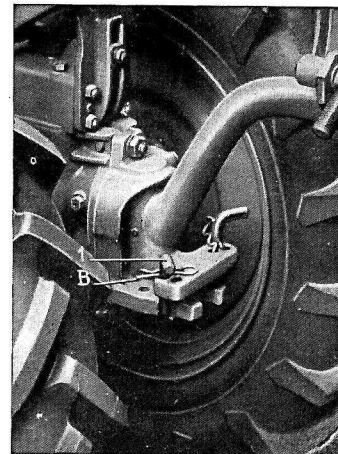

Fig. 14
- C) **Articulation bloquée** : (fig. 14) cette position est nécessaire dans les travaux en voie étroite et pour les binages en terrains caillouteux. Les broches (1) sont placées dans les trous (B).